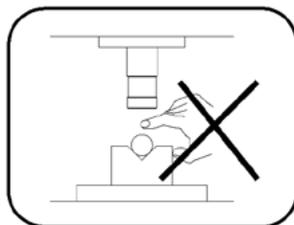

Рис. 4
3. Следите за тем, чтобы руки или другая часть тела не попали в рабочую зону (Рис. 4).